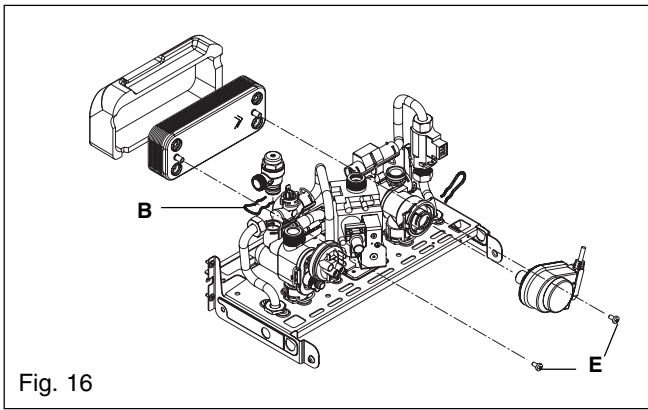

Fig. 16
**6.7 SAFETY VALVE fig. 16**
**6.21 DHW HEAT EXCHANGER fig. 16**